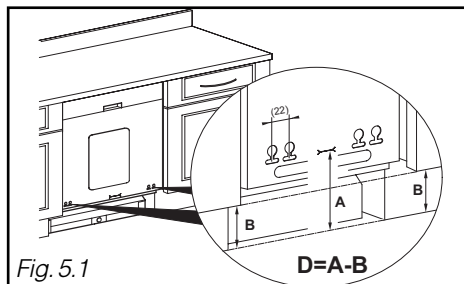

Fig. 5.1
- Medir a distância entre o solo e a parte inferior do painel da porta do móvel adjacente (cota **B**, Fig. 5.1)
- Para a montagem da primeira parte, consultar o capítulo anterior “MONTAGEM DO PAINEL DA PORTA” (Montagem numa parte só) (fig. 5.1 e 5.2).